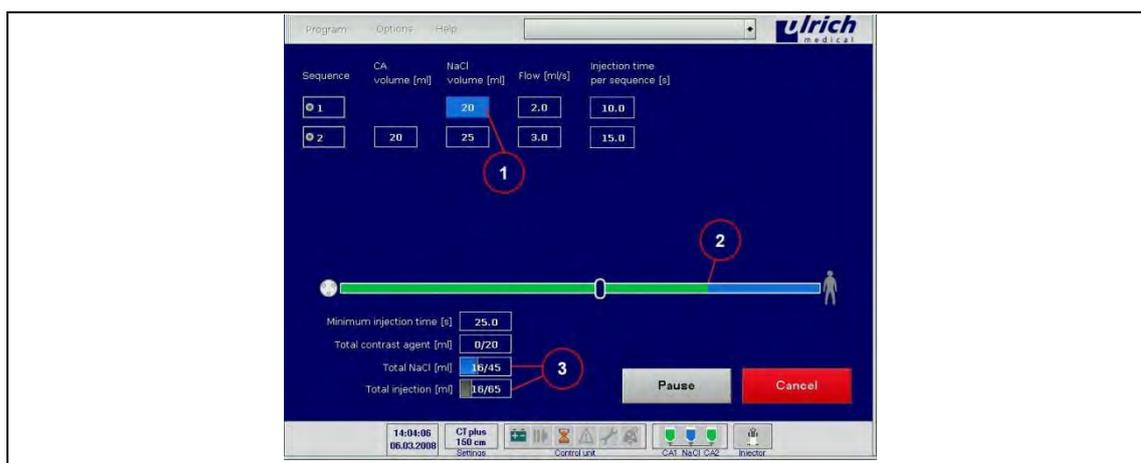

Рис. 52: Маска инъекции при выполняемой инъекции
- Во время инъекции кнопка введённого на данный момент объёма выделяется цветом: КВ - зелёным, NaCl - синим (см. Рис. 52, стр. 70, № 1).
- Изображение трубки (см. Рис. 52, стр. 70, № 2) иллюстрирует ход инъекции. Отображается состояние заполнения системы трубок растворами КВ (зелёный) и NaCl (синий) (см. главу 7.4, стр. 41).
- Счётчики реального времени в нижней части сенсорного терминала информируют о текущем состоянии выполняемой инъекции (см. Рис. 52, стр. 70, № 3). Объёмные счётчики сопоставляют „фактическое значение“ и „заданные значения“, напр., „total CA [ml] 88/100“ (всего КВ [мл] 88/100), т.е. введено 88 из 100 мл.
1. Нажать кнопку **Pause** (Пауза) на сенсорном терминале (см. Рис. 52, стр. 70) или кнопку „Пауза“ на панели управления (на инжекторе). Кнопка объёма, введённого на момент прерывания, мигает оранжевым цветом (**ранее зелёный или синий**, см. главу 8.3.3, стр. 69).